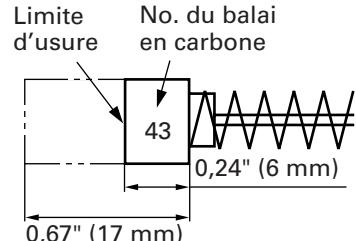

Fig. 24
### 4. Contrôle des balais en carbone (Fig. 24)
**REMARQUE:** Utiliser le balai en carbone metabo HPT No. 43 indiqué sur la Fig. 24.